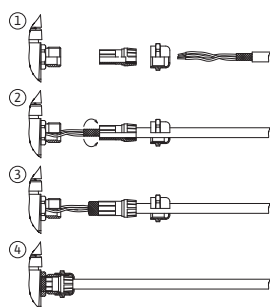

Fig. 25: Support de blindage
Le blindage est relié au passe-câble au niveau du module électronique. Voir Fig. 25.
Le blindage des câbles de l'entrée numérique, des entrées analogiques et de la communication bus doit recouvrir les passe-câbles à vis métalliques de la traversée de câble (Fig. 19, pos. 4, 5 et 6). Blindage voir Fig. 25.